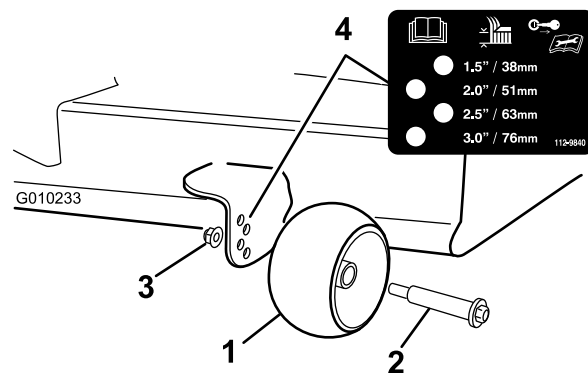

Figura 32
3. Ajuste los rodillos protectores del césped (Figura 32) a la posición de altura de corte más próxima.